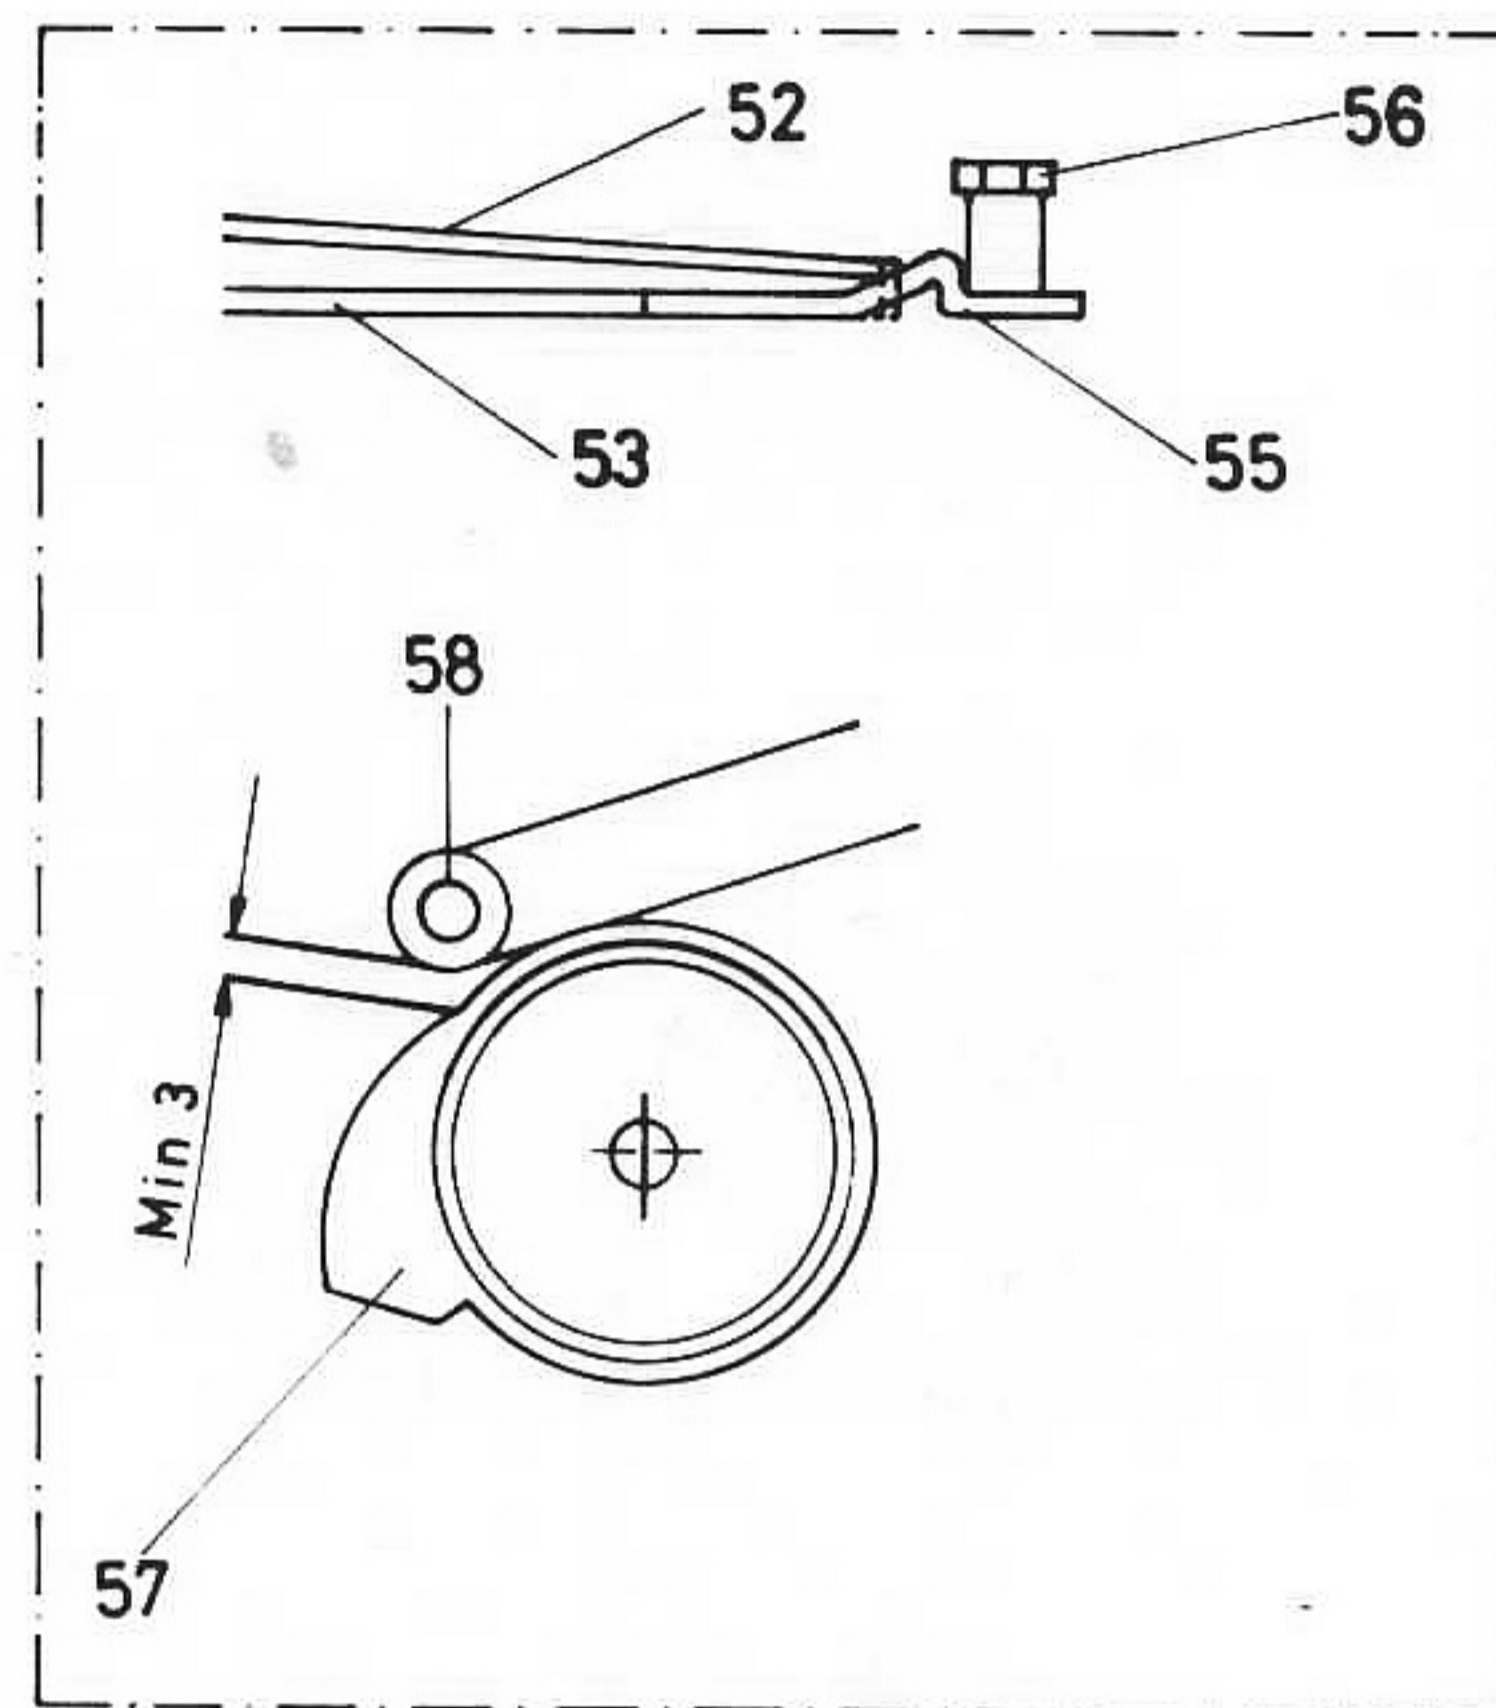

Fig. 22
Justering av urkopplingsvinkel (55) fig 22